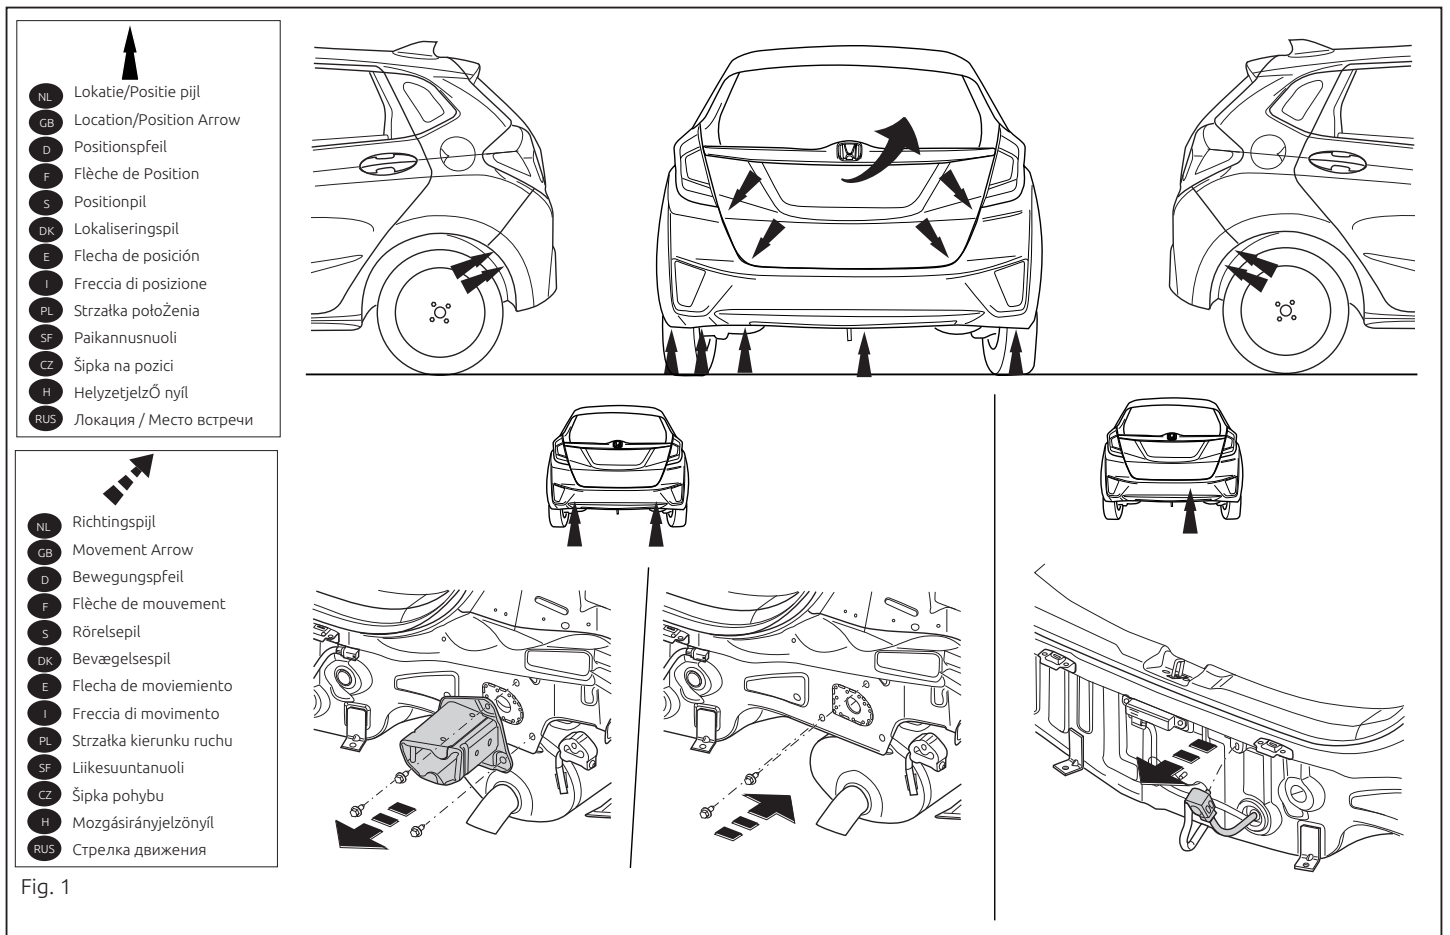

Fig. 1
1. Die Stoßstange abmontieren. Siehe Abbildung 1.
2. Die in Abbildung 1 angegebenen Teile abmontieren.
3. Achtung, wenn vorhanden: Den Sensor abmontieren. Siehe Abbildung 1.
1. Démontez le pare-chocs. Voir la figure 1.
2. Démontez les pièces indiquées sur la figure 1.
3. Attention, si présent : Démontez le capteur. Voir la figure 1.
1. Demonter kofangeren. Se fig.1.
3. Pas eventuelt på: Demontér sensoren. Se fig.1.